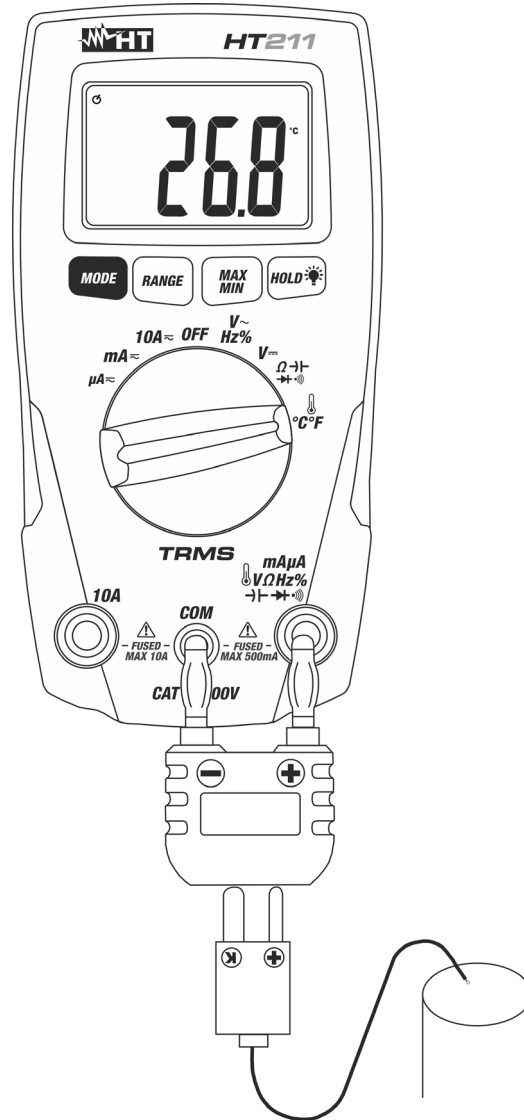

Abb. 8: Temperaturmessung
3. Verbinden Sie den Temperatur-Adapter mit den  **mAmVΩHz%**  **(+)** und **COM** Buchsen (-) und achten Sie auf die Polung (siehe Abb. 8)